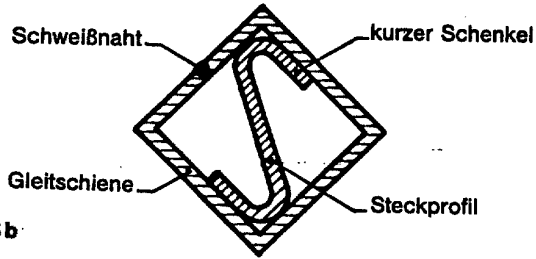

Bild 6b
5.2.b) Steckprofil so einsetzen, daß kein kurzer Schenkel auf der Seitenfläche mit der Schweißnaht liegt (Bild 6b).